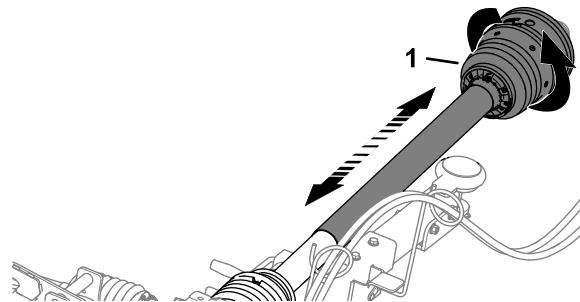

Figure 16
2. Faites tourner la moitié avant de la protection de l'arbre de PDF d'un tour complet (Figure 16).
3. Faites coulisser la moitié avant de la protection de l'arbre de PDF pour vérifiez qu'elle bouge librement (Figure 16).